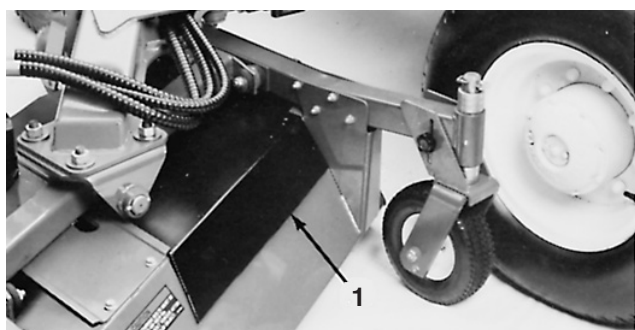

Figure 58
2. Déposez le couvercle intérieur de poulie du plateau (Fig. 58).